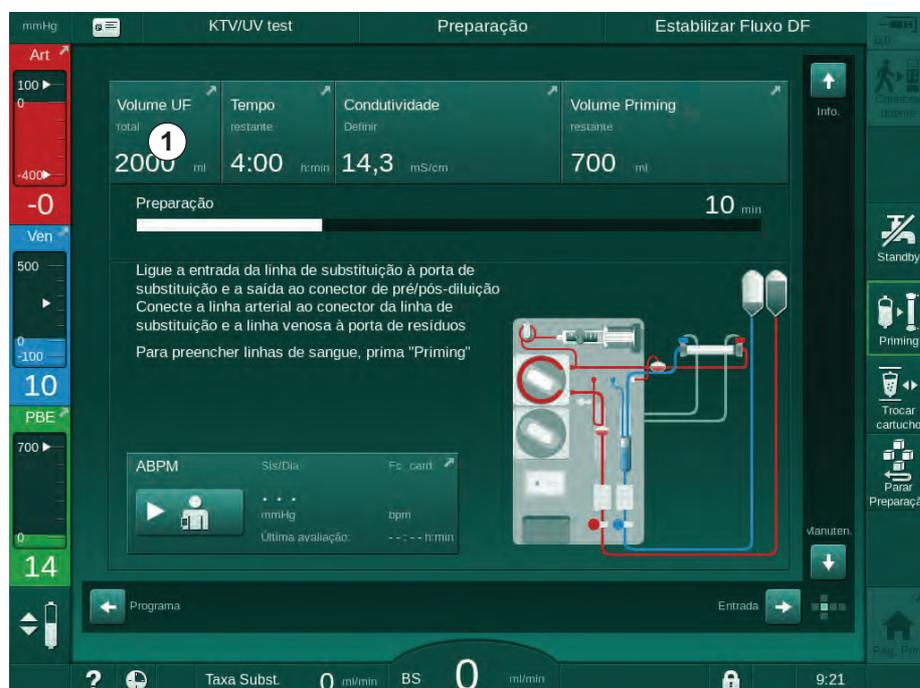

Fig. 5-11 Atalho para *Prescrição*
1. Mude para *Entrada* utilize as barras de deslocamento laterais e toque no ícone *Prescrição* ou no atalho ① no ecrã *Página Principal* (Fig. 5-11).